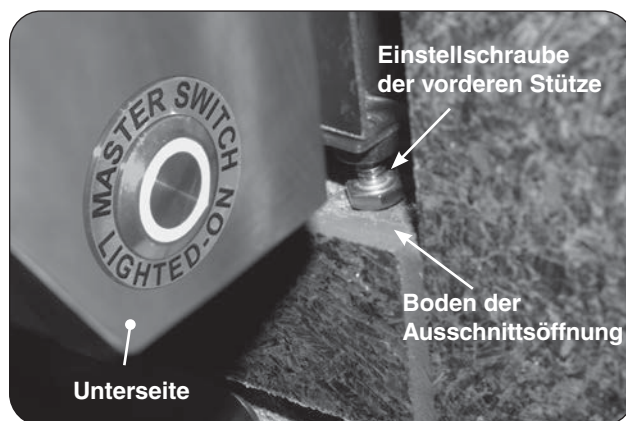

Abb. 23-1 Einstellschrauben der vorderen Stütze
4. Drehen Sie die Einstellschrauben der vorderen Stütze nach links, um sie anzuheben, und nach rechts, um die entsprechende Geräteseite abzusenken. Benutzen Sie, wenn erforderlich, einen 11 mm Maulschlüssel. Siehe Abb. 23-1.